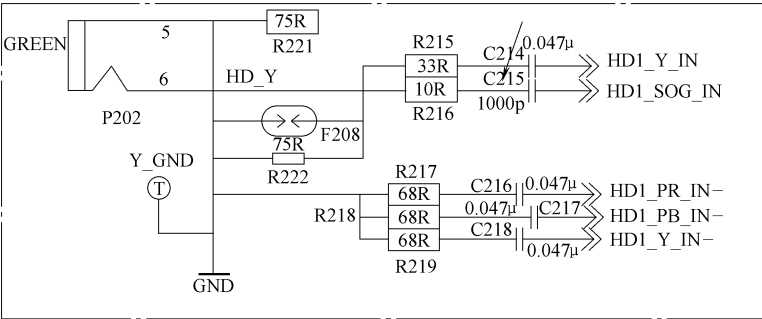

图 5-24 电容 C215 相关电路截图
- 2) 电容 C215 相关电路截图如图 5-24 所示。